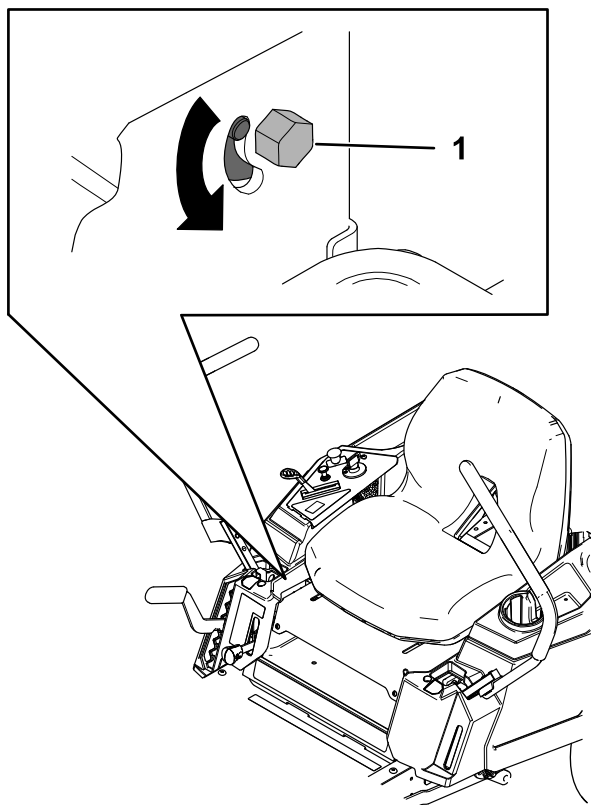

Рисунок 53
3. Найдите болт регулировки прямолинейности движения рядом с рычагом управления движением на той стороне, где требуется регулировка (Рисунок 53).